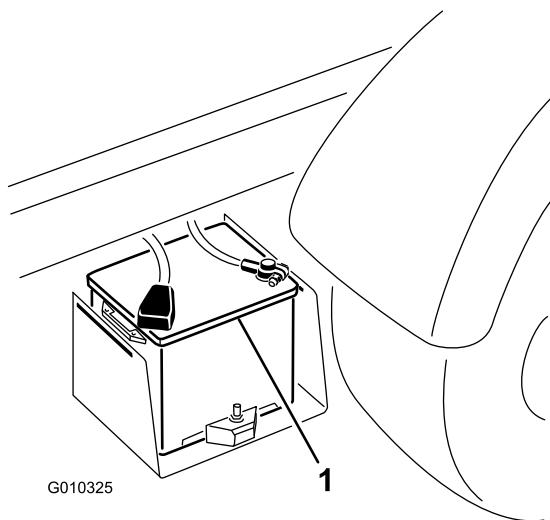

図 49
2. 2台のバッテリーのプラス (+) 端子同士をブースターケーブルでつなぐ（図 49）。端子を必ず確認すること；バッテリーカバーの「+」の印で確認できことが多い。